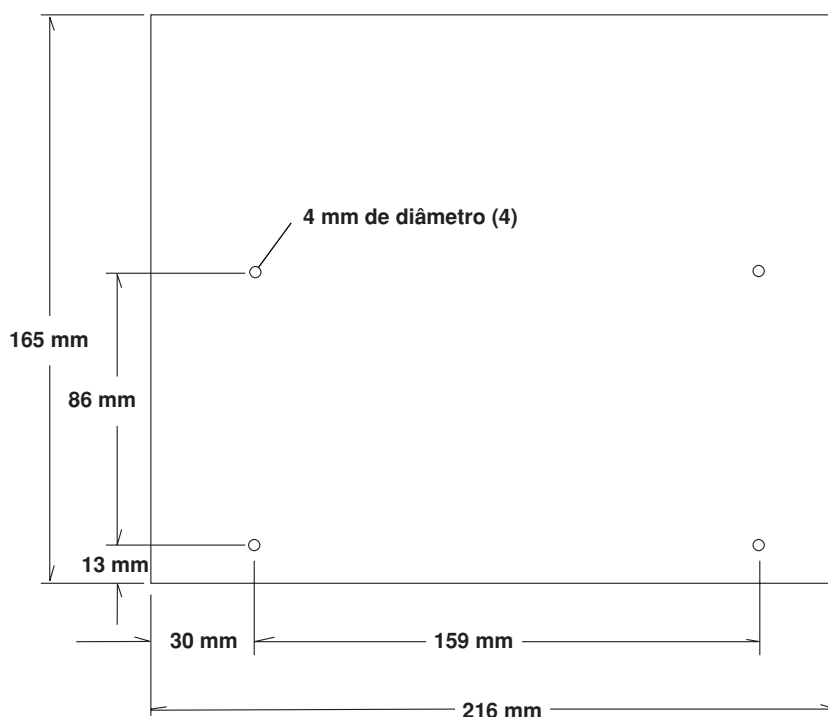

Figura c-1 Dimensões de montagem do RCC
1. Monte o RCC de forma a ter fácil acesso. Para a montagem fixa do RCC, consulte a Figura c-1.